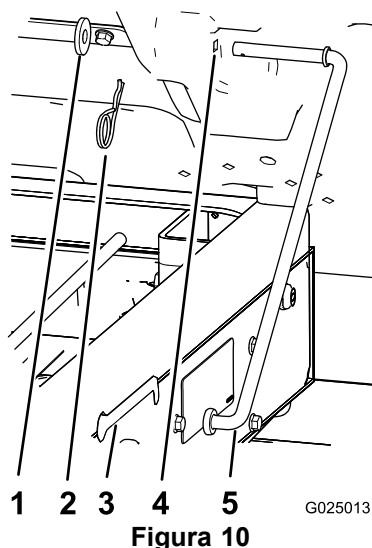

Figura 10
1. Retire o gancho e anilha que prende a barra de apoio à parte inferior da caixa (Figura 10).
2. Deslize a barra de apoio para a frente para a remover do suporte na estrutura (Figura 10).